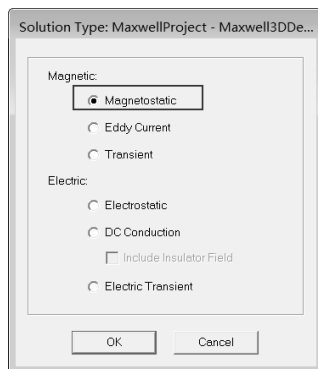

图 19-80 Solution Type 对话框
Step2：在弹出的如图 19-80 所示的 Solution Type 对话框中选择 Magnetostatic (静态磁场分析) 选项，单击 OK 按钮，关闭 Solution Type 对话框。